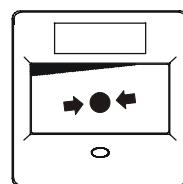

Fig. 10
1. Press the plastic element until it is angularly positioned in the cover (Fig. 10).
1. Drücken Sie den Kunststoffeinsatz ein, bis sich dieser schräg in der Abdeckung befindet (Fig. 10).
1. Pousser l'insert en plastique jusqu'à ce qu'il soit en position oblique dans le cache (Fig. 10).
1. Presione la pieza de plástico hasta que se halle en posición oblicua en la cubierta (Fig. 10).
1. Esercitare pressione sull'elemento di plastica finché è posizionato obliquamente nella copertura (Fig. 10).